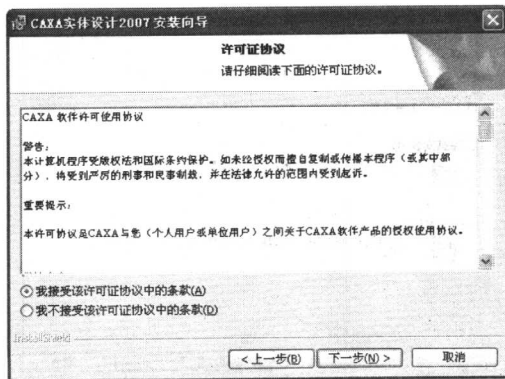

图 1-4 【许可证协议】界面
(3) 单击 按钮进入【许可证协议】界面,选中【我接受该许可证协议中的条款(A)】单选按钮,如图 1-4 所示。